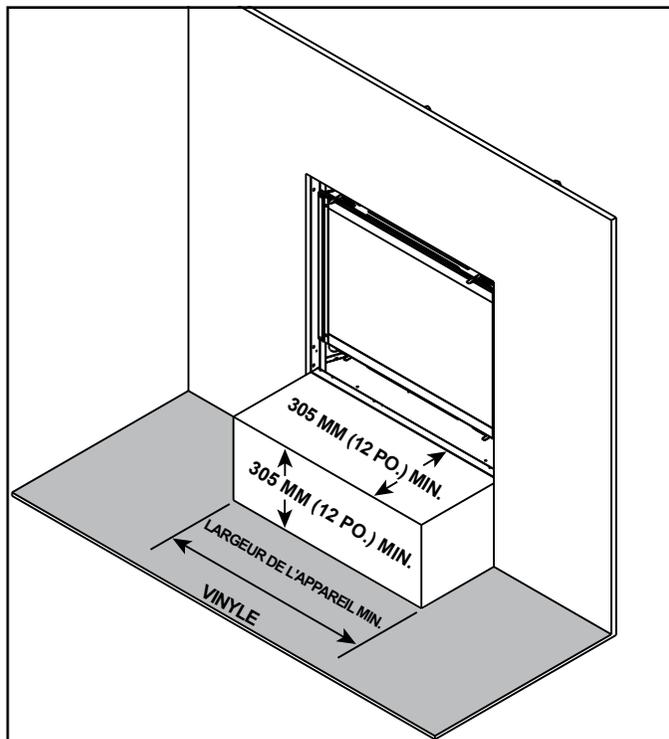

Figure 3.15 Recommandations pour les parements en vinyle
Les parements en vinyle sont sensibles à la chaleur. Pour éviter d'endommager le parement en vinyle, un foyer de 304 mm (12 po) minimum x 304 mm (12 po) minimum est recommandé lors de l'utilisation du parement en vinyle jusqu'au mur. Voir la figure 3.15. S'il n'y a pas d'âtre, il est recommandé de prévoir un dégagement d'au moins 762 mm (30 po) devant l'appareil pour le parement en vinyle OU le bas de l'appareil doit être surélevé d'au moins 610 mm (24 po) par rapport au sol pour permettre l'installation du parement en vinyle jusqu'au mur.
- Le plancher inflammable peut être situé devant l'appareil. Il existe des exceptions en ce qui concerne les parements en vinyle et/ou adhésifs pour ces modèles, comme indiqué dans la figure 3.15.